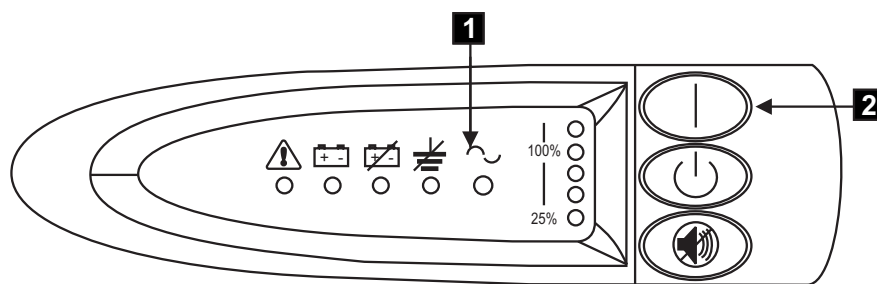

図 32. 2145 UPS の電源スイッチとインディケータ
10. 2145 UPS が自己診断テストを行っている間、2145 UPS のすべてのフロント・パネル・インディケーターが、短時間明滅します。テストが完了すると、**モード・インディケーター 1** が明滅して、2145 UPS が待機モードになったことを示します。65 ページの図 32 を参照してください。
2145 UPS のオン・ボタン **2** (65 ページの図 32) を、2145 UPS からピープ音が聞こえるまで (約 1 秒) 押したままにします。**モード・インディケーター** が明滅を停止し、**負荷レベル・インディケーター** が 2145 UPS からの負荷のパーセンテージを表示します。これで、2145 UPS は通常モードになり、バッテリーの充電を行います。